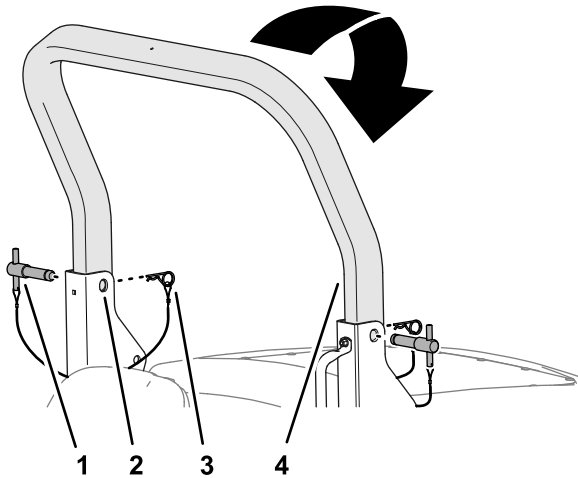

Figura 21
2. Togliete le coppiglie dai perni del roll bar nelle staffe orientabili del telaio del roll bar inferiore (Figura 21).
3. Mentre sostenete il peso della parte superiore del roll bar, toglie i relativi perni dalle staffe orientabili (Figura 21).